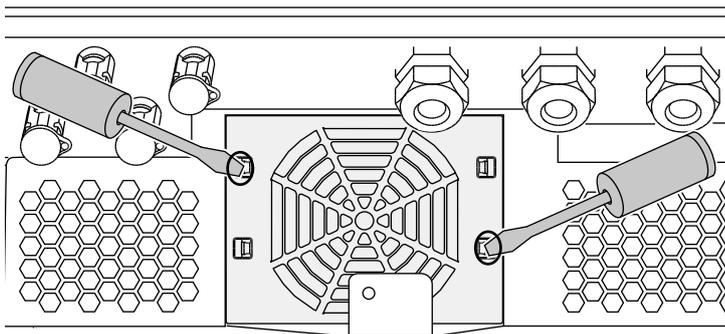

Fig. 58: Togliere le linguette di fissaggio
3. Con un secondo cacciavite premere le linguette di fissaggio verso il centro della ventola. Sollevare leggermente il gruppo ventola. ➤ **Fig. 58**